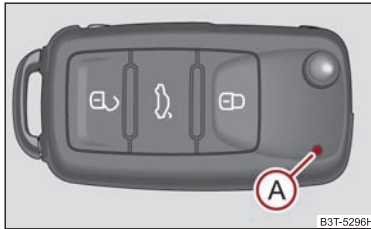
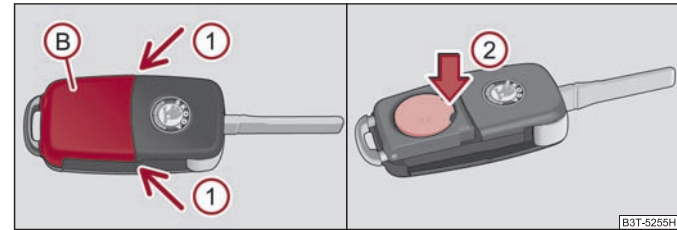

Fig. 23 Cheia cu telecomandă
Fig. 24 Telecomanda - scoaterea capacului/Scoaterea bateriei
La livrarea autovehiculului primiți două chei cu telecomandă ⇒ fig. 23.
Fiecare cheie conține o baterie, care se găsește sub capacul (B) ⇒ fig. 24. Când bateria este descărcată, după apăsarea unei taste a telecomenzii, lampa de control de culoare roșie (A) ⇒ fig. 23 nu clipește. Vă recomandăm să vă adresați unei unități service autorizate Škoda pentru înlocuirea bateriei cheii. Dacă doriți totuși să înlocuiți singur bateria, procedați în felul următor:
- Apăsăți capatul bateriei cu degetul mare sau cu o șurubelniță cu vârf plat, în locurile marcate cu săgeată ① ⇒ fig. 24.
- Prin apăsarea bateriei în jos, în locul marcat cu săgeată ②, scoateți bateria descărcată din cheie ⇒ fig. 24.
Această funcție permite descuierea tuturor portierelor autovehiculului, a fiecărei portiere separat, a ambelor portiere de pe partea stângă sau dreaptă sau descuierea simultană a portierei șoferului și pasagerului din față. Celelalte portiere și clapeta rezervorului de combustibil rămân încuiate și se vor descuia numai după o nouă descuiere de la tasta de descuiere de pe cheia cu telecomandă ⇒ pagina 37, fig. 23 sau de la tasta închiderii centralizate ⇒ pagina 40, fig. 26.